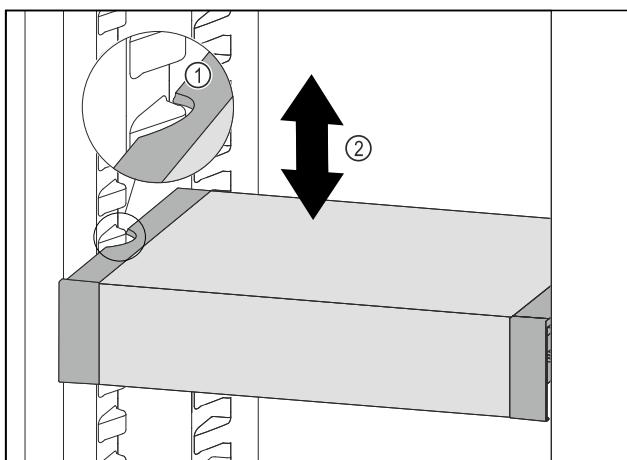

Fig. 140
- VarioSafe nach vorne ziehen, bis sich die seitlichen Aussparungen des VarioSafes auf Höhe der Behälterrippe im Kühlelement befinden. Fig. 140 (1)
- VarioSafe im Kühlelement nach oben oder unten bewegen, bis gewünschte Höhe erreicht ist. Fig. 140 (2)